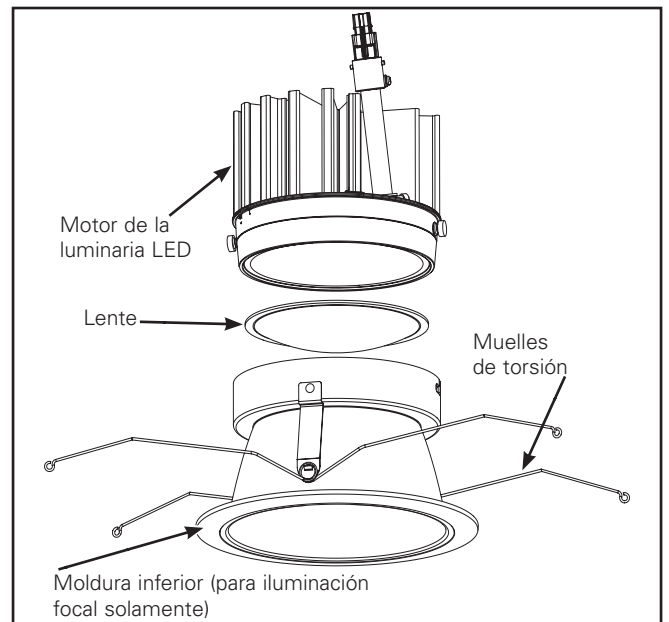

Figura 1. Ensamblaje de la moldura inferior del anillo de la moldura
1. Extraiga el reflector del embalaje protector. Extraiga el anillo de plástico de la moldura y deséchelo (solo si se utiliza en una aplicación cilíndrica). Extraiga el motor de la luminaria LED del embalaje protector (Figura 1.).